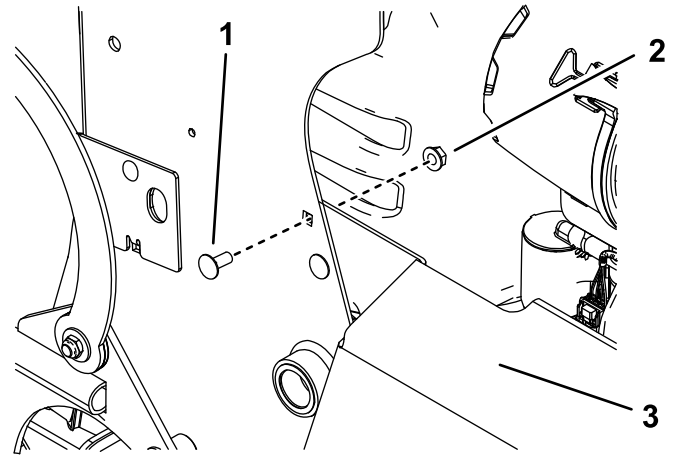

Figura 6
2. Retire el perno de cuello cuadrado superior y la tuerca que sujetan el protector del silenciador a la máquina (Figura 6).